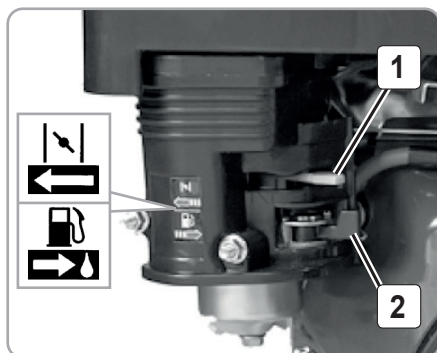

Fig.10
- Rotiti intrerupatorul motorului pe pozitia POR-NIT (fig.10).